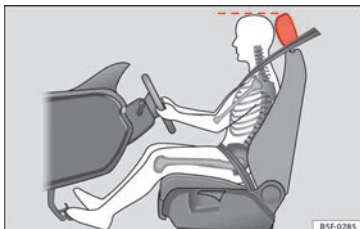

Fig. 93 Corretto posizionamento del poggiatesta del conducente.
- Regolare la poggiatesta portando il suo bordo superiore alla stessa altezza della parte superiore della testa » **fig. 93**.